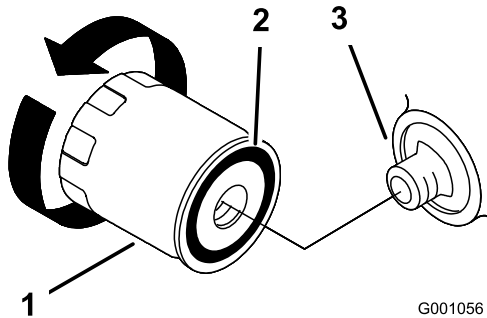

図 34
- アダプタにフィルタを取り付け、ガスケットがアダプタに当たるまでフィルタを右に回し、そこから更に 2/3-1 回転増し締めする 図 34。